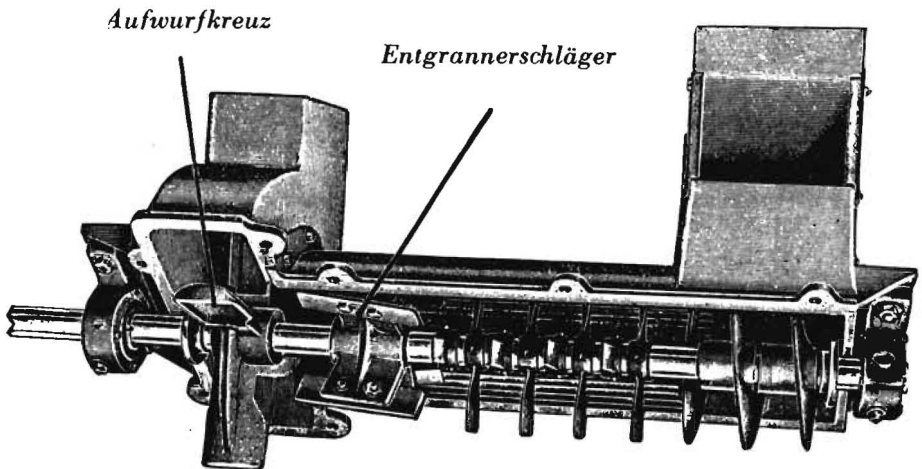

Abb. 13
1. Ist der Entgranner ausgeschaltet, so kann entweder die Trommeldrehzahl zu groß sein oder Schlagleisten und Korbstäbe zeigen Bruchstellen oder Formänderungen. Ferner kann der Korb ungleichmäßig eingestellt oder zu nahe an die Trommel gestellt sein. Bei neuen Maschinen kommt anfangs stets etwas Körnerbruch vor, bis sich die arbeitenden Kanten etwas abgenützt haben. Um bei besonders empfindlichen Körnern den Bruch herabzumindern, empfiehlt es sich, das **Korbberteil** mit einem Blech abzudecken (siehe Abb. 13).